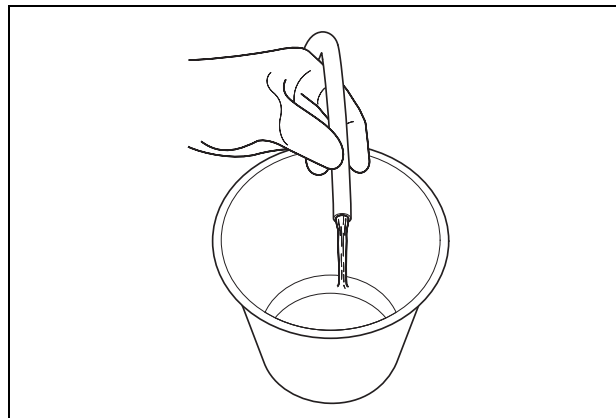

Рис. 7.43
12. Убедитесь, что вода вытекает из конца проботоотборной трубки и она заполнена водой (см. Рис. 7.43).